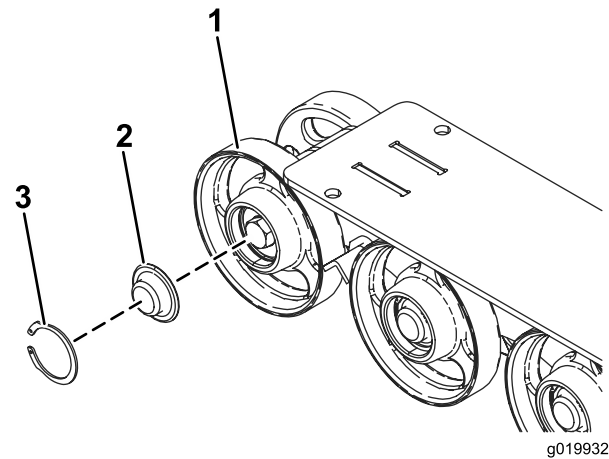

Bild 49
6. Prüfen Sie das Schmiermittel unter der Kappe und um die Dichtung (Bild 49). Wenn es schmutzig, körnig oder verbraucht ist, entfernen Sie das gesamte Schmiermittel, wechseln Sie die Dichtung aus und fügen Sie neues Schmiermittel hinzu.
8. Setzen Sie die eingefettete Straßenradkappe auf den Schraubenkopf (Bild 49).
9. Befestigen Sie die Straßenradkappe mit dem Sprengling (Bild 49).
5. Nehmen Sie den Sprengling und die Kappe vom Straßenrad ab (Bild 49).